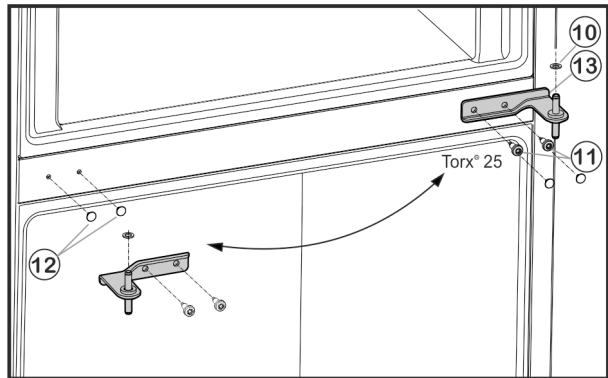

Fig. 6
- ▶ Аккуратно снимите крышки Fig. 6 (12) и вставьте их на противоположной стороне.